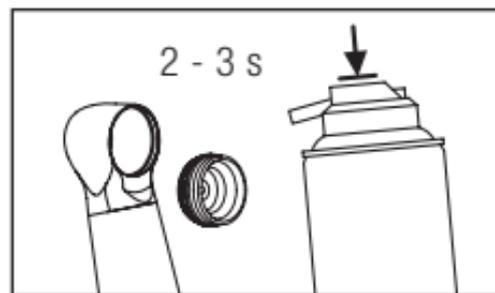

Fig. 32
- ➎ Vaporisez du PANA SPRAY Plus dans la tête pendant 2 à 3 secondes. Vaporisez-en également brièvement dans le capuchon de la tête (Fig. 32).